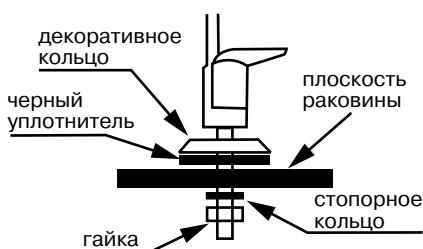
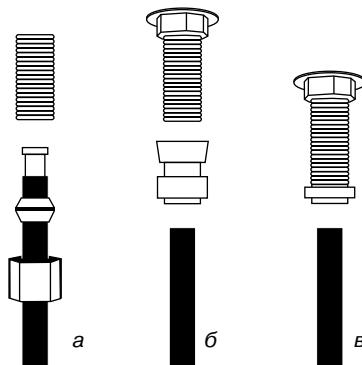

Рис. 5
Рис. 6
Монтаж крана чистой воды производите согласно **рис. 5**. Мы рекомендуем не затягивать гайку (см. **рис. 5**) до завершения монтажа и проверки работоспособности системы, чтобы была возможность убедиться в отсутствии подтекания воды в месте соединения корпуса крана и резьбовой трубы. В комплекте с краном чистой воды для герметизации соединения с трубкой может поставляться набор деталей для подключения, либо кран может иметь в своем составе быстроразъемный коннектор. На **рис. 6а, б, в** приведены способы подключения синей трубы к крану чистой воды. Подключите синюю трубку и к блоку фильтрации (см. таблицу на стр.12).
15. Убедитесь в отсутствии протечки внизу корпуса крана чистой воды, затяните гайку крана (**рис. 5**).